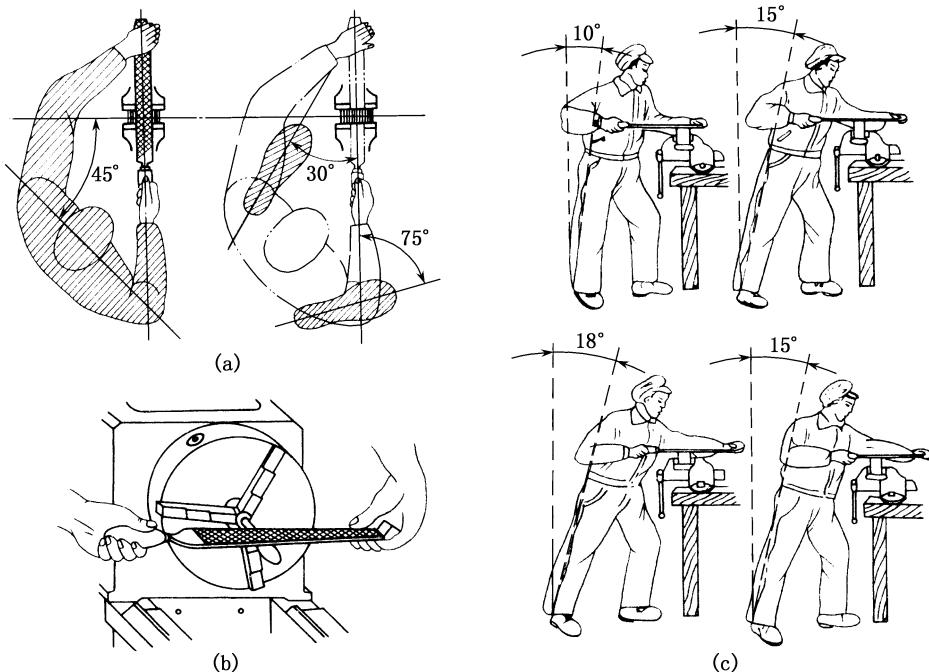

图 2-4 锉削姿势与动作要领
工件上面，如图 2-4 (a) 所示。
车工在车床用手锉刀修饰工件时，其姿势却与钳工有所不同。应为右脚靠前、左脚在后略成弓步；为了保证安全操作，避免卡盘或工件将衣袖缠绕而造成人身伤害，此时应以左手握锉刀柄，右手依附在锉刀前端面上，将锉刀端平，如图 2-4 (b) 所示。
② 锉削要领。钳工锉削时，为了保证锉刀平面平行推移，匀速前进，均衡施力，除了在锉削过程中始终端平锉刀外，还要求身体发力由腿步→腰部→大臂→小臂→手腕逐渐均匀传递，协调配合，并注意身体中心的前后移动过渡。锉刀向前推出时速度稍慢，收回锉刀时则稍快，如图 2-4 (c) 所示。